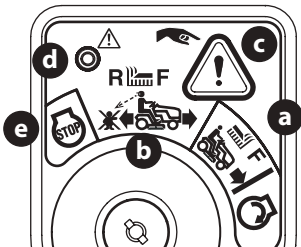

Figura 15
2. Gire la llave de encendido de la posición CORTE NORMAL (a) a la posición MODO PRECAUCIÓN MARCHA ATRÁS (b) del módulo del interruptor de encendido (Figura 15).
3. Presione y sostenga el BOTÓN MODO PRECAUCIÓN MARCHA ATRÁS (c) que está en la esquina superior derecha del módulo de encendido durante 3 segundos. La luz indicadora roja (d) que está en la esquina superior izquierda del módulo de encendido se mantendrá ENCENDIDA mientras esté el modo activado (Figura 15).
4. Una vez activado (luz indicadora ENCENDIDA), se puede operar el tractor en marcha atrás con la PTO (Acople de cuchillas) en la posición acoplada (ON).
5. Siempre mire hacia abajo y hacia atrás antes y mientras se desplaza lentamente en marcha atrás, para asegurarse de que no haya niños en el área. Luego de retomar la marcha hacia adelante, vuelva la llave a la posición de CORTE NORMAL (a) para volver a la operación de corte normal (Figura 15).
El MODO PRECAUCIÓN MARCHA ATRÁS (b) permanecerá activado hasta que (Figura 15):